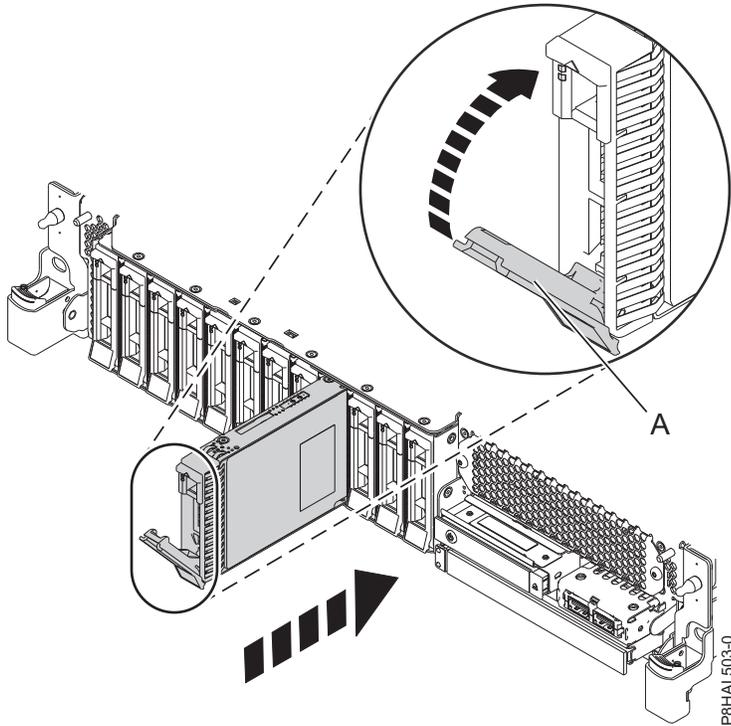
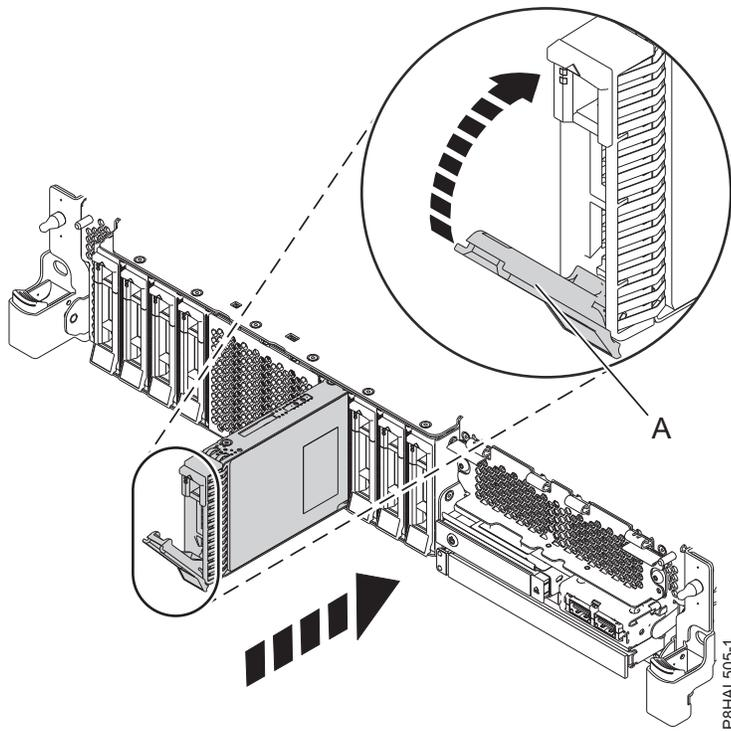

図 23. 基本機能 システムへのディスク・ドライブの取り付け
図 24. 拡張機能 システムにおけるディスク・ドライブの取り付け
4. ハンドルを押して手前に引き出して、ドライブ・ベイ・ハンドル (A) をアンロックします。ハンドルが完全に引き出されていないと、ドライブをシステムの中にスライドさせることができません。28 ページの図 23 および 28 ページの図 24 を参照してください。
9. 識別 LED が点灯したら、ドライブをシステムの中に奥まで差し込み、ドライブのハンドル (A) をロックされるまで押します。28 ページの図 23 および 28 ページの図 24。